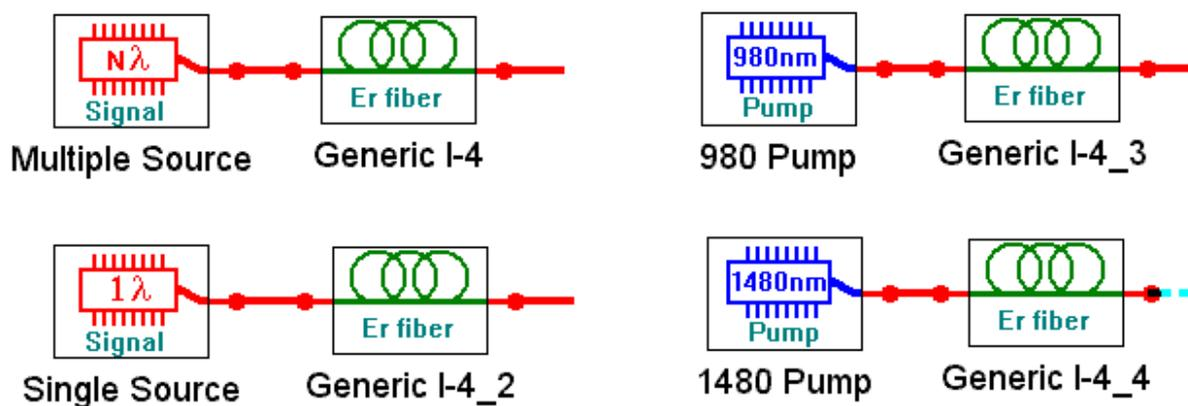

Рис. 1.1. Схемы подключения источников излучения к эрбиевому ОВ.
1.2. Соберите сразу 2 схемы (рис. 1.1) с источниками $N\lambda$ и 1λ для исследования затухания эрбиевого ОВ в диапазоне длин волн 1520-1560 нм. При сборке схем не забудьте к выходу исследуемого ОВ подключить отрезок ОВ.
- 1.6. Соберите сразу 2 схемы (рис. 1.1) с источниками излучения накачки **980 nm Pump** и **1480 nm Pump** и теми же ОБ.